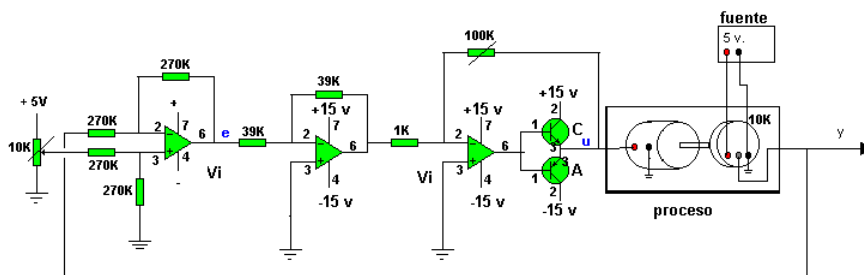

Figura 02. Circuito de control de posición de un motor CC.
5.3 **Controlador de posición de un motor.-** Simular el circuito de la figura 02 en Proteus, armar el circuito en protoboard, y conectar la salida mecánica del motor al potenciómetro de 10k, con el otro potenciómetro, regular la posición de consigna y verificar que el circuito produce la regulación de posición. Analizar y explicar el funcionamiento del circuito.